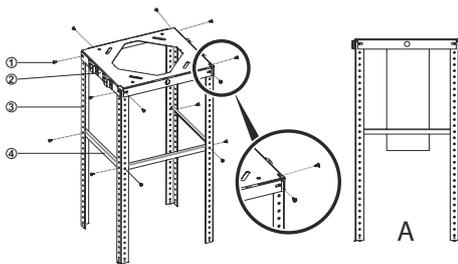

Fig. 12
**2.** ➔ Installare le barre di sospensione del prodotto alla piastra di sospensione a soffitto con 8 viti a testa cilindrica 3.5 x 9.5 r (Fig. 12)
Installare le barre di sospensione del prodotto per bilanciare le componenti di bilanciamento della barra di sospensione con 6 viti rylb 3.5 x 9.5 (Fig. 12).